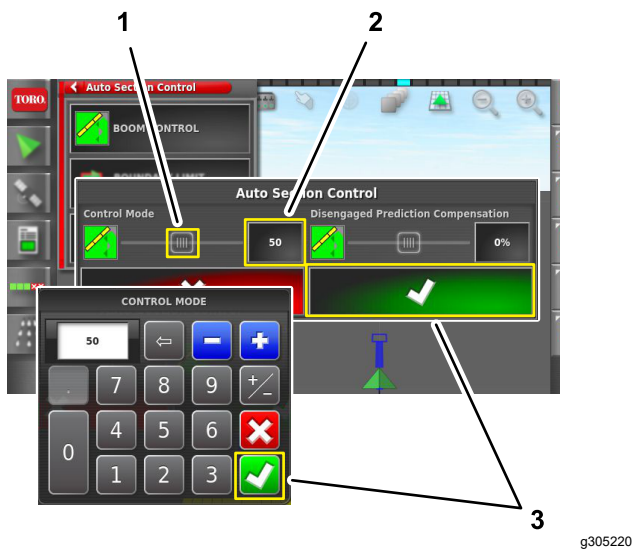

Figure 108
3. Ajustez le réglage du mode de commande (Figure 108) comme suit :
- Appuyez sur l'icône VALEUR, saisissez une valeur avec le clavier virtuel, puis appuyez sur l'icône de confirmation (Figure 108).
- Faites coulisser le curseur à l'écran vers la gauche ou la droite (Figure 108).